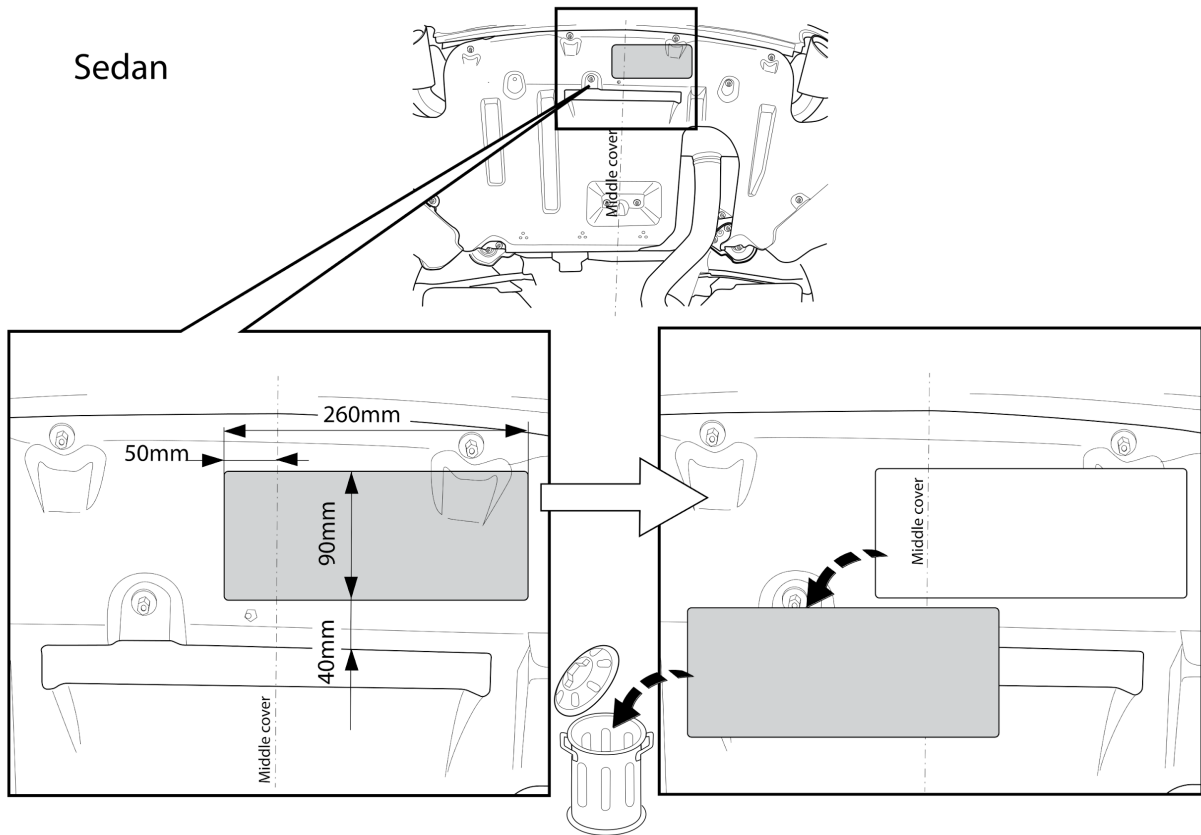

Fig. 6
11. Выпилить обозначенную часть, как указано на рис. 6 & 7 & 8 .